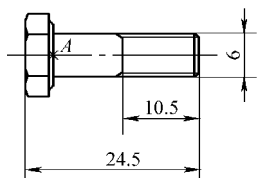

图 12-21 绘制六角头螺栓
- 17) 按图12-21所示绘制六角头螺栓, 并创建块“ljtIs”, 以A点为基点。